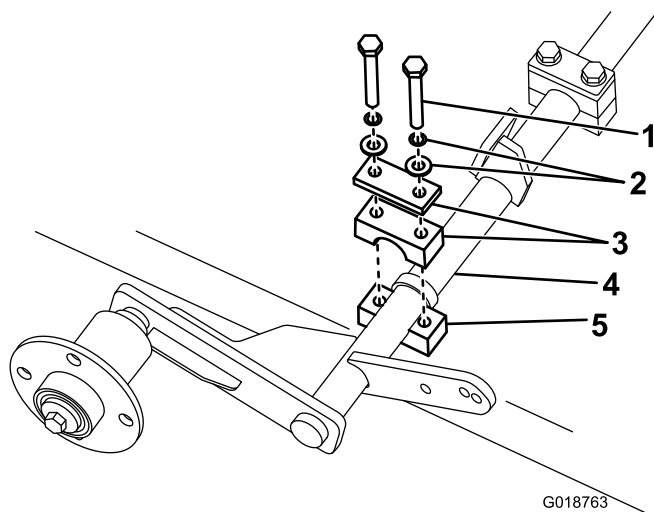

図 2
3. 先ほど外したクランプ（上半分）を取り付けて、ボルトで固定する。昇降補助ガスシリンダの取り付けが終わるまで、ボルトの本締めはしないでください図 2）。